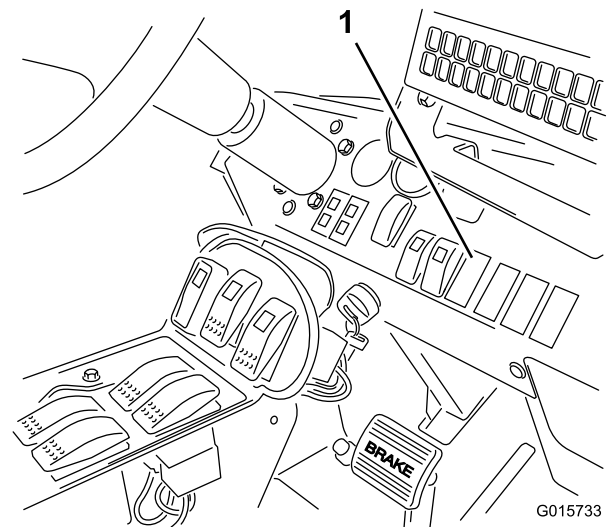

Bild 18
2. Entfernen Sie den Steckerschalter am Armaturenbrett an der in Bild 18 dargestellten Stelle.